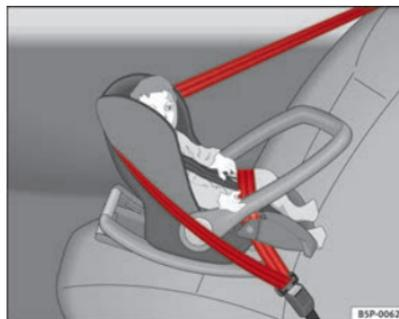

Fig. 23 Siège pour enfants du groupe 0 monté à l'arrière dos à la route
**Groupe 0** : Pour les bébés jusqu'à environ 9 mois, pesant jusqu'à 10 kg, les sièges convenant le mieux sont ceux représentés sur la figure ⇒ fig. 23.
**Groupe 0+** : Pour les bébés jusqu'à environ 18 mois, pesant jusqu'à 13 kg, les sièges convenant le mieux sont ceux représentés sur la figure ⇒ fig. 23.